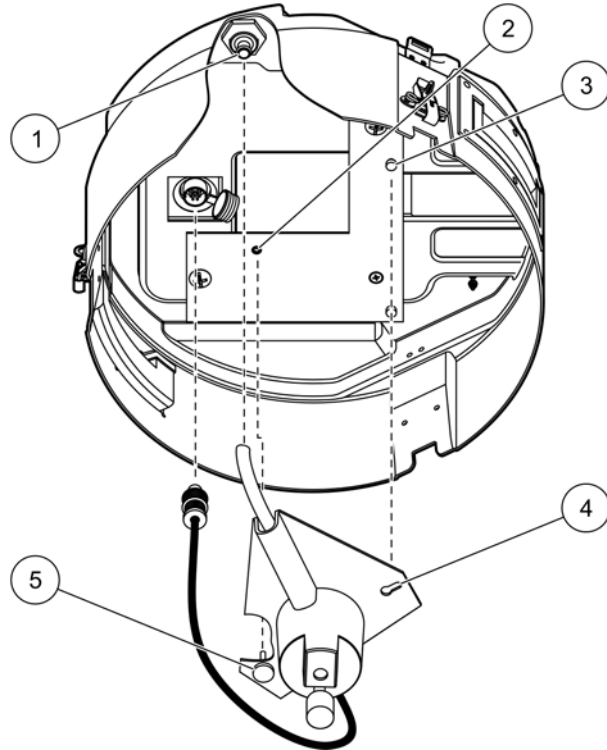

图 7 满瓶关闭装置安装
1. 滑动中心部分（图 7）定位器销子下面满瓶关闭装置底板上的槽口。确保试管和电缆从满瓶关闭装置组件的开口处排出。
3. 将满瓶关闭装置上的电缆与控制器（图 7）底部相连接。拧紧。
4. 将满瓶关闭装置配管的活动端连接至内部管道接头（图 7）。